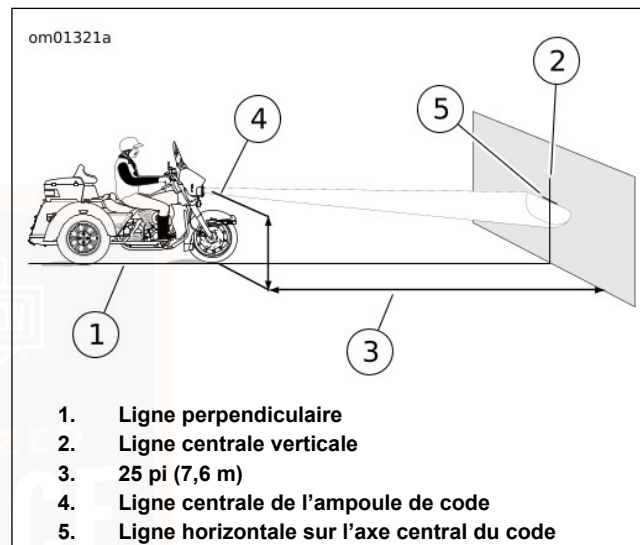

Figure 82. Alignement du phare : DÉL
4. Voir Figure 82. Garer la moto sur une ligne perpendiculaire (1) au mur.
6. Tracer une ligne verticale (2) sur le mur.